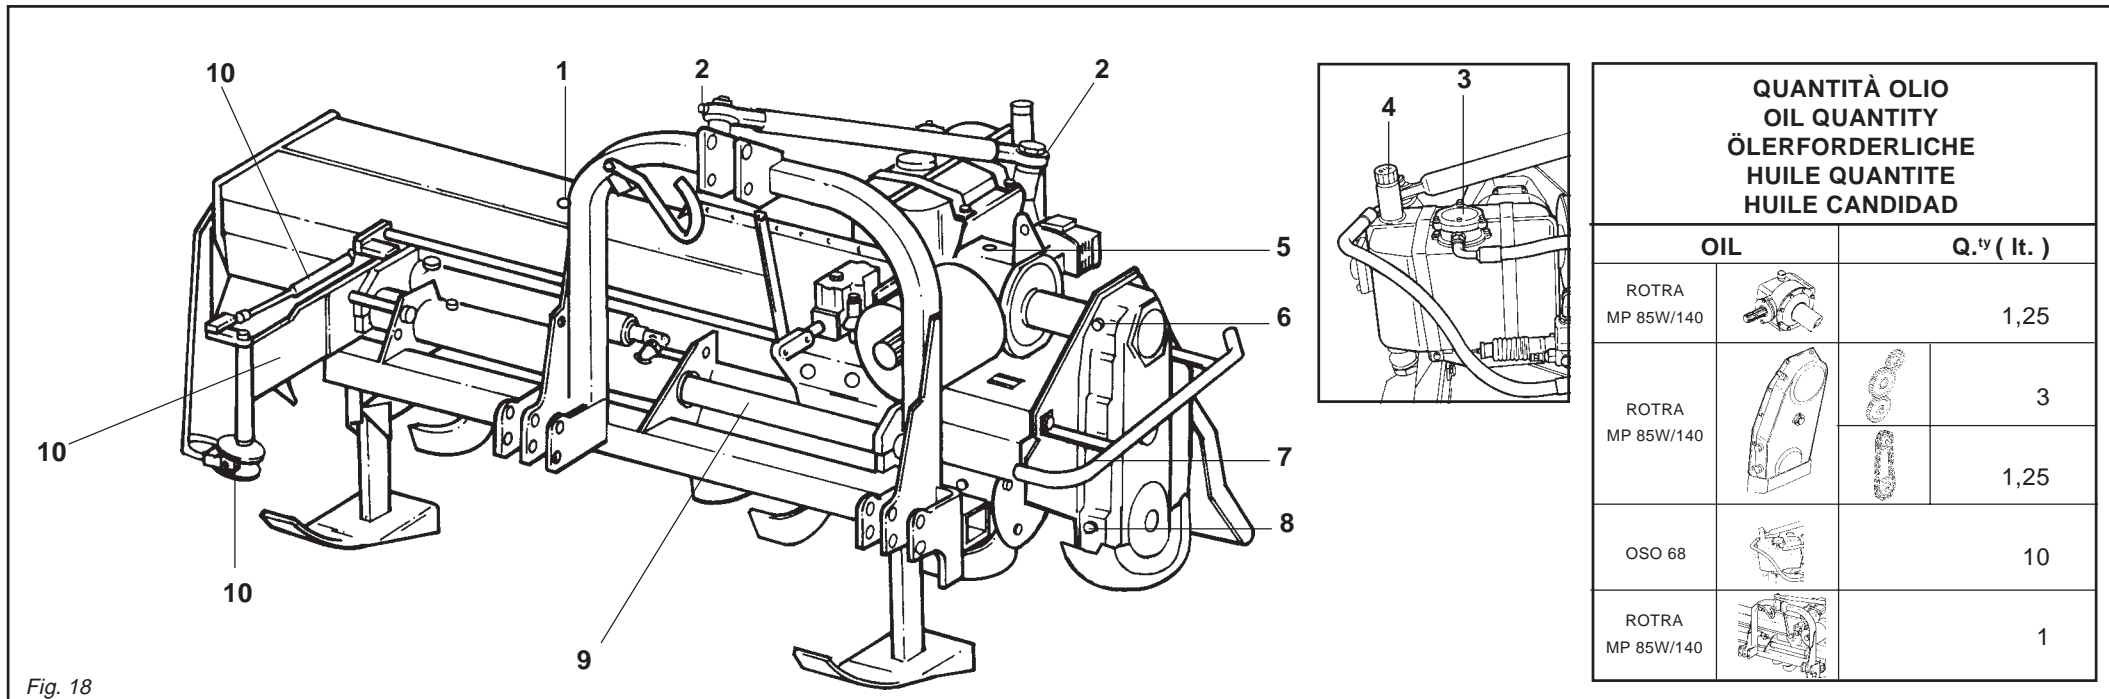

Fig. 18
- Controlar el ajuste de los bulones de fijación de las azadillas (Fig. 18).